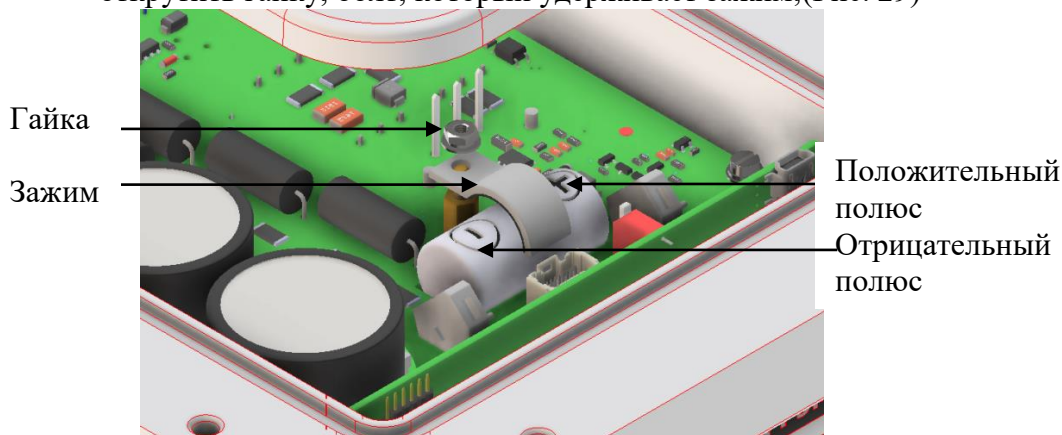

Рисунок 29
- открутить гайку, болт, который удерживает зажим; (Рис. 29)